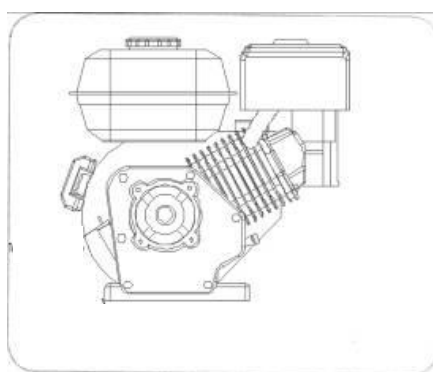

Рисунок 32
2. Выкрутите масляный щуп из маслозаливной горловины и протрите его на чисто (рис.32).
2. Очистите зону вокруг пробки для слива масла, см. рис. 32.